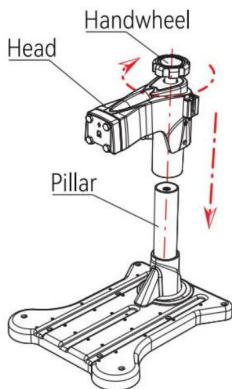

Fig 1
1. Placez la tête dans le pilier et faites tourner le volant 10 fois dans le sens des aiguilles d'une montre, ce qui indique que la tête est installée (comme indiqué sur la fig1).